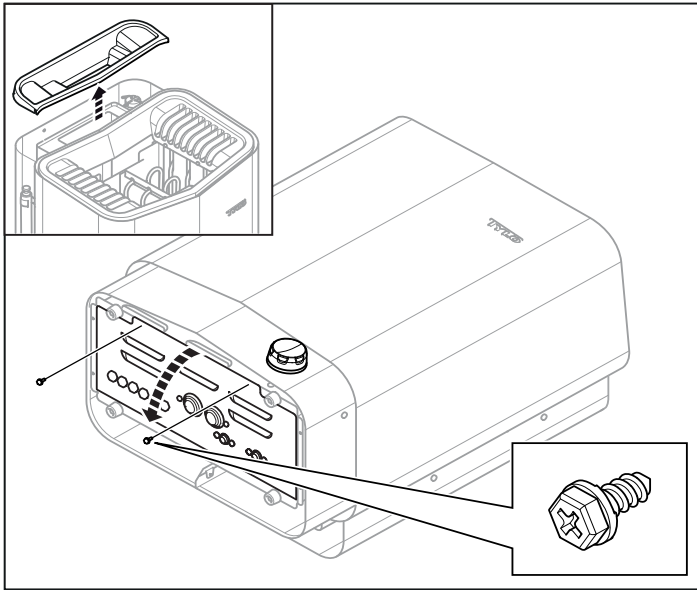

Рисунок 9: Открытие/закрытие крышки
2. Снимите крышку резервуара для воды и положите нагреватель лицевой стороной вверх (см. Рисунок 9).
3. Открутите винты и откройте крышку (см. Рисунок 9).
8. Закройте крышку и затяните винты (см. Рисунок 9).